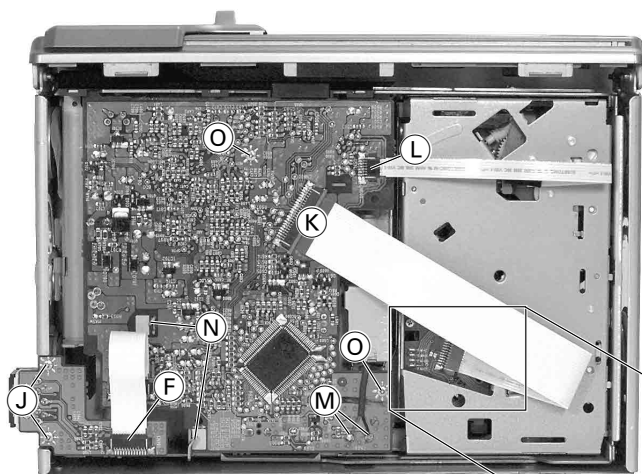

Fig. 4
- Flexprintstecker (F) (Fig. 4) öffnen.
- 2 Schrauben (J) (Fig. 4) heraus-schrauben und Anschlussplatte abnehmen.
### 5. Hauptplatte ausbauen (Fig. 4)
- Open flexprint connector (F) (Fig. 4).
- Undo 2 screws (J) (Fig. 4) and take out the connection board.
### 5. Removing the main board (Fig. 4)